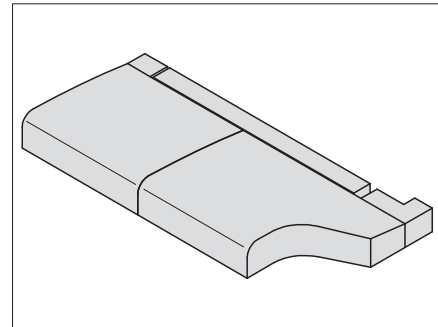
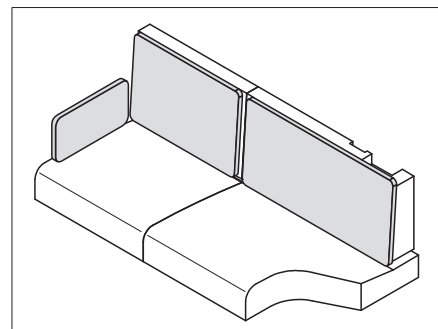

Fig. 201 Posizionamento dei sedili
Fig. 203 Cuscini per gli schienali
- Applicare i cuscini del divano, dello schienale e aggiuntivi come illustrato in Fig. 201 - Fig. 203.